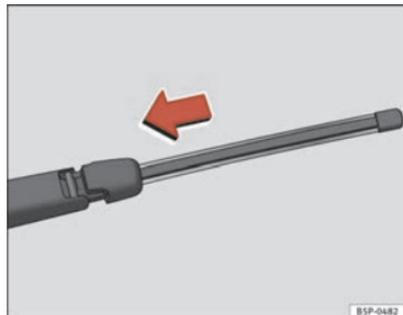

Fig. 151 Collocare la spazzola tergilunotto
- Posizionare la spazzola come indicato nella figura ⇒ fig. 151 e scorrere l'adattatore fino a quando non si incastra.